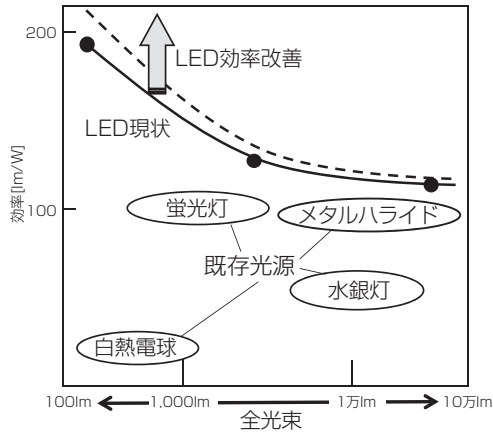

図 1.1-1 既存光源とLEDの比較と今後の方向性
光源としての白色LEDは、携帯電話用バックライトなど小型光源から応用が広がってきた。全光束と発光効率の関係から見た白色LEDランプと既存光源の位置づけを図1.1-1に示す。この図に示すように、白色LEDランプは、全光束、発光効率とも既存光源を上まわり照明用光源の主役として開発が進んでいる。
- ①**高効率**：白色LEDは既存光源を上回る効率が得られるため、照明用途への普及が進んでおり、さらなる効率改善が進んでいる(図1.1-1)。また、発生する熱を抑えることもできるため、放熱設計の簡素化によるシステムの低コスト化にも寄与する。
- ②**各部材の寿命向上**：LEDの初期の明るさをできるだけ長く維持させる各部材の寿命向上が必要とされている。また不点灯故障が発生しないようにオープン・ショート系の信頼性向上も重要である。
- ③**特性のバラツキ低減**：照明用途では、複数個の白色LEDを使用するため、光量や色度、順方向電圧がバラつくことにより、照明としての質が低下する。現状では、LEDのランク指定やランク選別による組合せで対応しているが、コストアップの問題がありLED相互での特性のバラつき低減が望まれている。